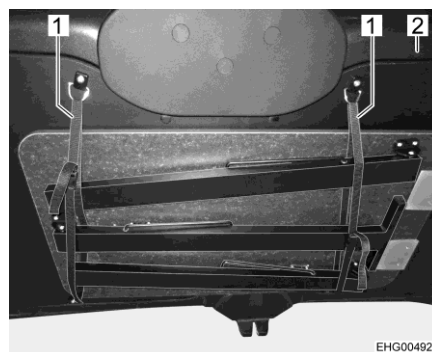

Fig. 9 Mesa (fijada en la trampilla trasera)
- Utilizando 2 correas (Fig. 9,1), fijar la mesa de forma segura en la trampilla trasera (Fig. 9,2).